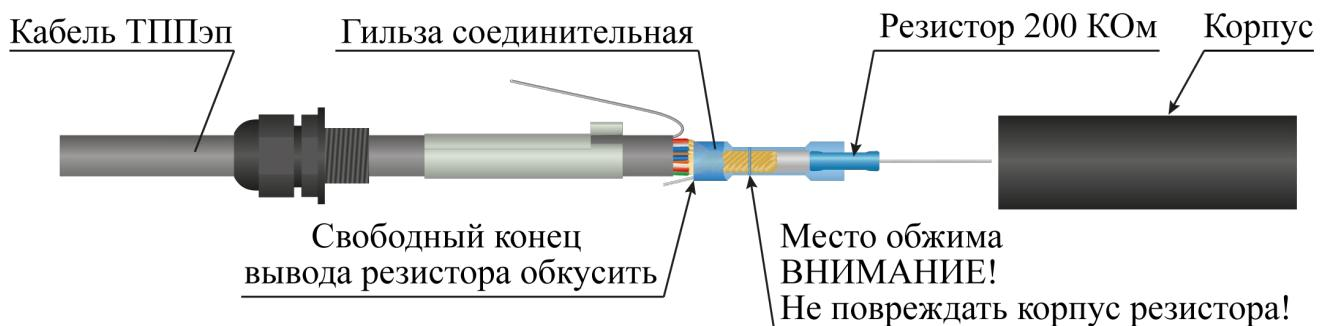

Рисунок 4.18
– гильзу обжать с помощью специального инструмента (рекомендуется применять клещи обжимные КО-01) со стороны кабеля ТППЭп, не повреждая корпус резистора (рисунок 4.18). **Обжатие пассатижами не обеспечивает надежного электрического контакта;**